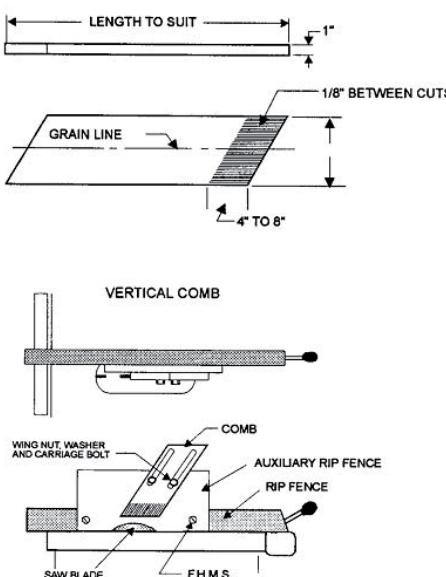

Рис. 37
- Клинова дошка (рис. 37) повинна бути зроблена з твердої прямошаруватої деревини приблизно товщиною $1"$ (25 мм) та ширину від $4"$ до $8"$ (100-200 мм) в залежності від розмірів верстата.